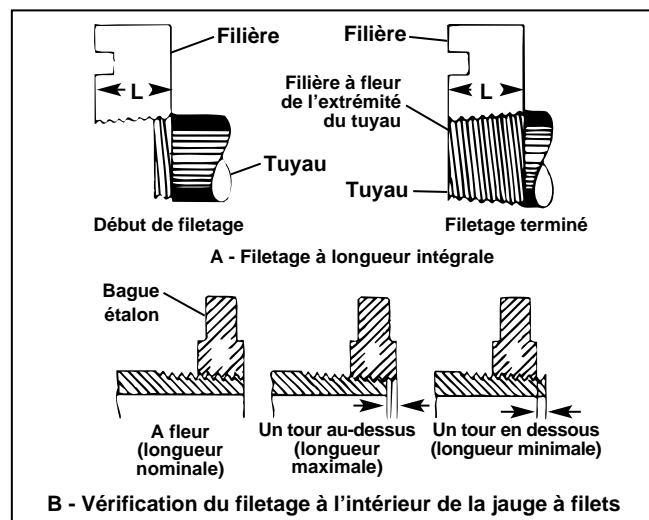

Figure 14 – Vérification de la longueur des filetages
1. La longueur des filetages sera correcte lorsque l'extrémité du tuyau arrive à fleur de l'arrêt des filières (*Figure 14*).
2. La tête de filière peut être réglée de manière à obtenir le diamètre de filets nécessaire. Si possible, contrôlez les filets à l'aide d'une jauge à filets (*Figure 14*). Le filetage est correct lorsque l'extrémité du tuyau se trouve à plus ou moins un tour d'être à fleur de la surface de la jauge à filets.